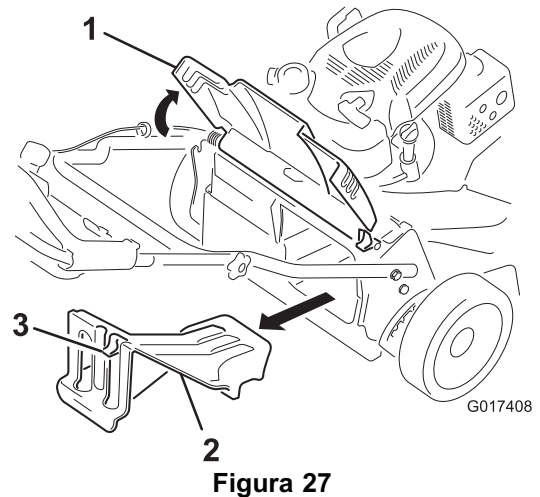

Figura 27
- Levante y sujete el deflector trasero (Figura 27).
- Retire el tapón de descarga trasero presionando hacia abajo sobre el enganche con el dedo pulgar y extrayendo del tapón de la máquina (Figura 27).